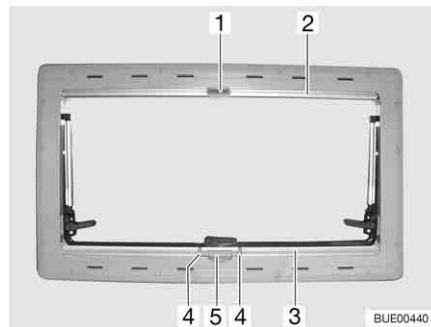

Fig. 82 Fenêtre projetante
- Appuyer sur la poignée (Fig. 82,4) et tirer de bas en haut le store occultant (Fig. 82,3) jusqu'à la hauteur souhaitée.
- Appuyer sur la poignée (Fig. 82,4). Le dispositif de blocage sera alors débloqué.
- Laisser revenir lentement le store occultant (Fig. 82,3) sur la position initiale.
- Tirer la moustiquaire (Fig. 82,2) vers le bas jusqu'à ce qu'elle touche le store occultant (Fig. 82,3) et que le verrou (Fig. 82,1) s'enclenche dans le dispositif de verrouillage (Fig. 82,5).
- Débloquer le verrou (Fig. 82,1).